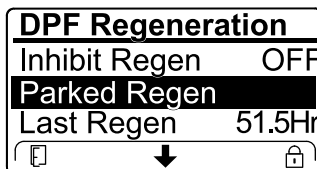

Figura 49
- Si la computadora del motor solicita una regeneración de recuperación, o si está procesando una regeneración de recuperación y usted se desplaza hasta la opción REGENERACIÓN ESTACIONARIA, la regeneración estacionaria se bloquea y el icono de bloqueo (Figura 49) aparece en la esquina inferior derecha del InfoCenter.